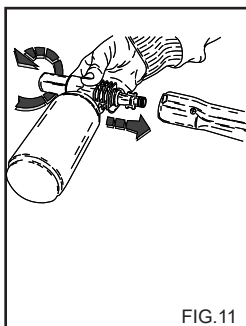

FIG.11
- 2) Снимите насадку с пистолета и присоедините насадку для распыления моющего средства (рис. 11), включите аппарат и распылите раствор на загрязненную поверхность снизу вверх. Для моделей с функцией всасывания моющего средства, откройте кран бака с моющим средством (рис. 7B) переведите насадку вперед. Оставьте раствор на несколько минут.